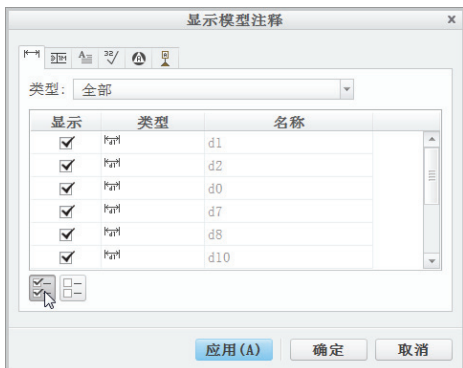

图 11-112 设置显示模型尺寸
2) 在“显示模型注释”对话框中, 切换到 (模型尺寸) 选项卡, 设置“类型”选项为“全部”, 接着在模型树中单击零件名称, 然后在对话框中单击 (全选) 按钮以设置全部显示所有尺寸, 如图 11-112 所示。